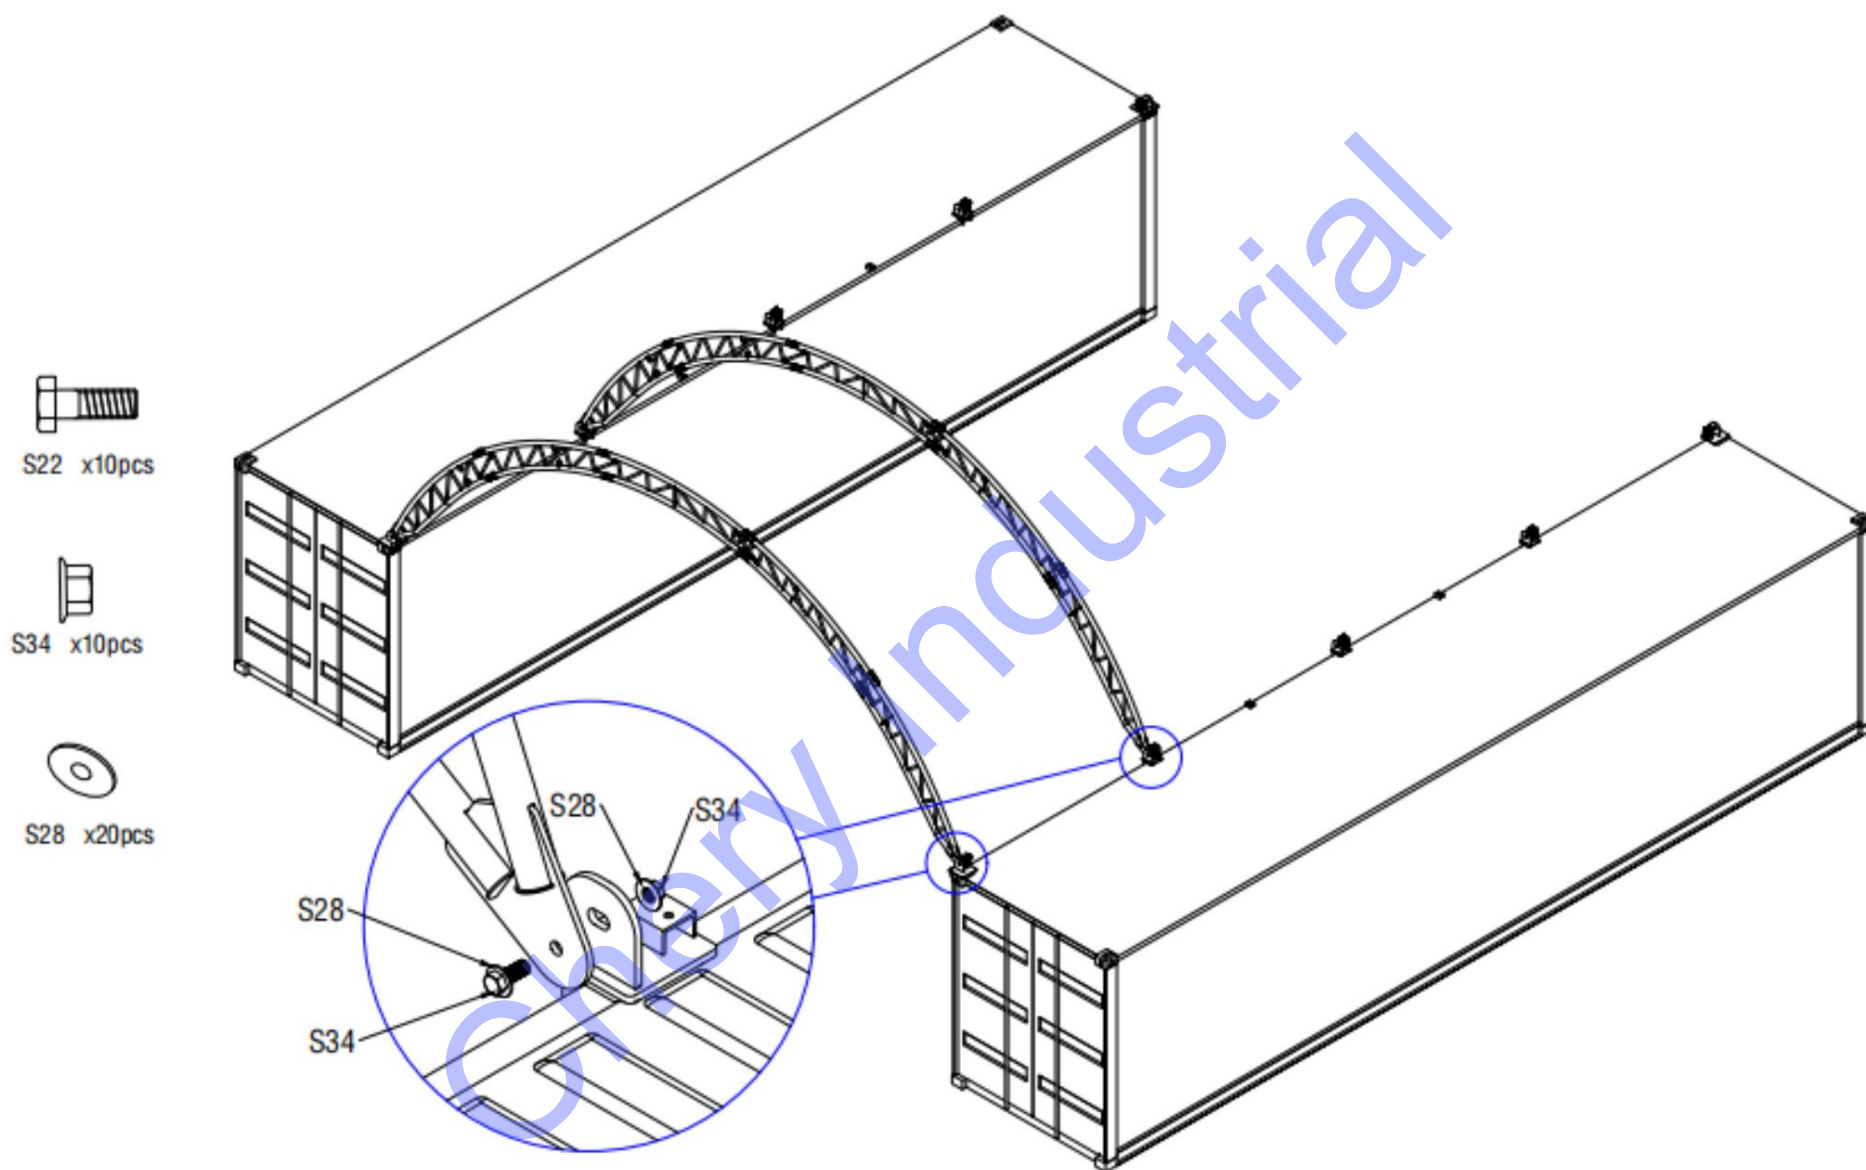

Figure 4
2.3 Soulevez une arche assemblée sur une plaque de base et connectez l'arche à la plaque de base à l'aide du boulon M20x60mm (pièce n° S22), et forcez l'autre extrémité de l'arche sur la plaque de base opposée de la même manière que le montre la figure 4.